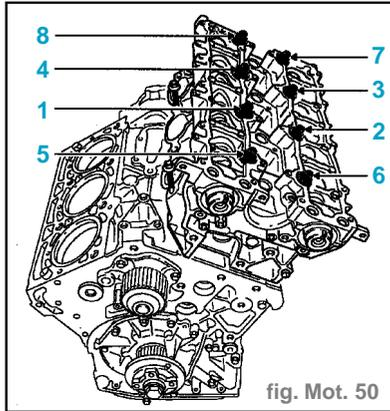

fig. Mot. 50
- Presserrage à **2 daN.m** dans l'ordre préconisée. (fig. Mot. 50)
- Desserrer complètement la vis (1).